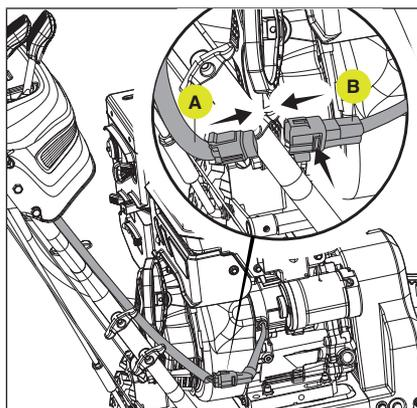

Figure 9
Localisez le faisceau de câbles du moteur et du panneau. Branchez le faisceau de câbles en alignant la fiche du panneau (A) sur le faisceau du moteur (B). Le harnais émet un clic audible. Appuyez sur le verrou (la flèche rouge), puis effectuez un test de traction pour confirmer le verrouillage. (Fig. 9)